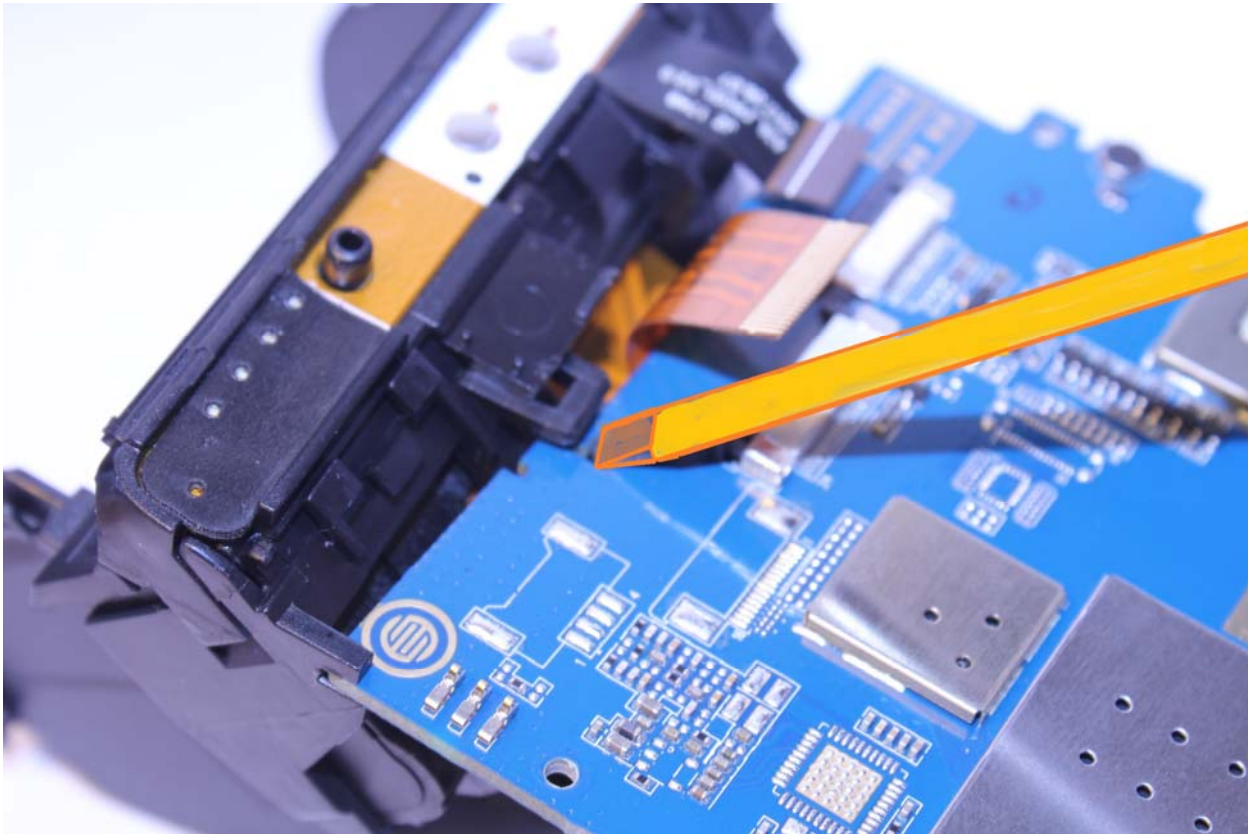

рис. 21
- С помощью шлицевой отвёртки вывести из зацепления защёлку с зубцом (см. рис. 21)